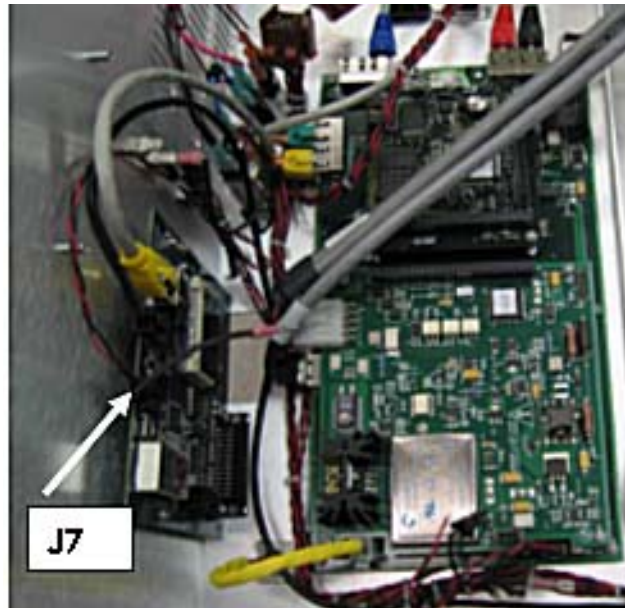
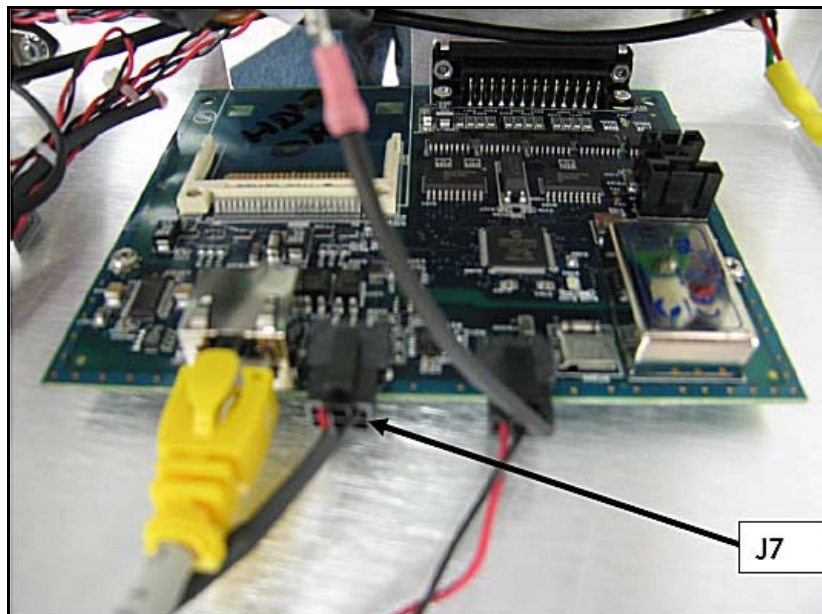

图 B-19 J7 接头和阀门
图 B-20 分立式 I/O 电路板上的 J7 接头
8. 将阀门控制电缆装到阀门上并将其连接到分立式 I/O 电路板的 J7 接头（图 B-19 和图 B-20）。